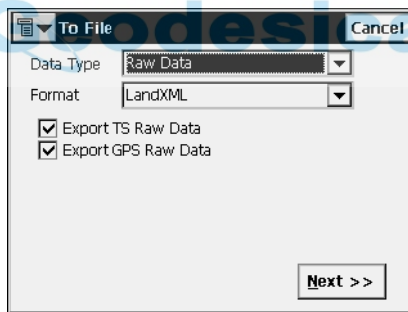

Figura 2-128. Exportar Datos Brutos a LandXML
- Para *Datos Brutos*: FC-5, GTS-6, FC-6/GTS-7, LandXML, Datos Brutos TDS, Elementos de MOSS, o Cuaderno de campo (sólo para formato .fbk de estación total). Si elige LandXML o Datos Brutos TDS, seleccione el tipo de datos brutos a exportar: *Exportar Datos Brutos TS y/ o Exportar Datos Brutos GPS* (Figura 2-128).